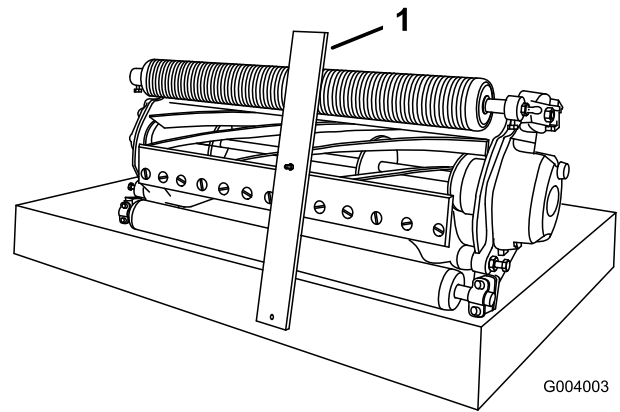

图16
2. 将剪草高度调刀尺的螺栓头钩在底刀刀刃的右侧并将调刀尺的后端放到滚筒后部上 **图16**。